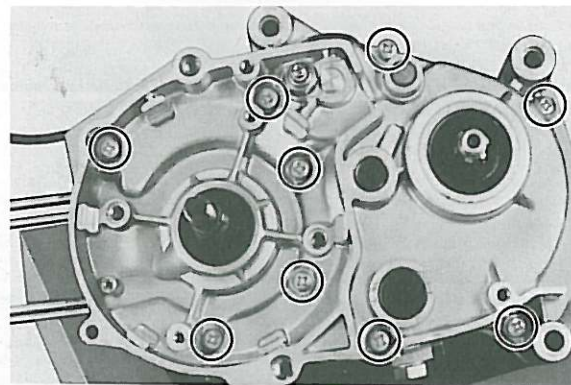

Fig. 3-2-11
1. Working in a crisscross pattern, loosen Phillips head screws 1/4 turn each. Remove them after all are loosened. (Fig. 3-2-11)
1. Desserrer toutes les vis hexacaves de 1/4 de tour, en travaillant par paires diamétralement opposées. Une fois toutes ces vis desserrées, on peut les enlever une à une. (Fig. 3-2-11)
1. Alle Innensechskantschrauben überkreuz um jeweils 1/4 Umdrehung lösen, dann ausdrehen. (Fig. 3-2-11)